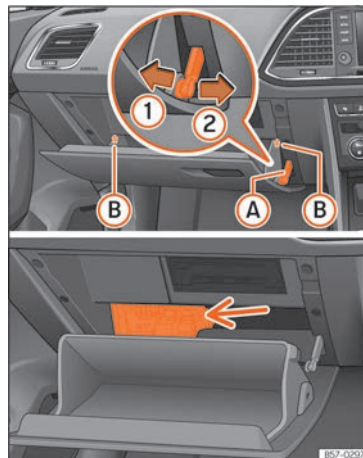

Fig. 106 Boîte à gants (guide droit) : accès à la boîte à fusibles.
- Démontez le frein d'ouverture » fig. 106 **A** en deux étapes : déverrouillez d'abord le frein en le tirant vers l'arrière (flèche ①) puis déplacez-le légèrement vers la droite (flèche ②). Démontez le guide lorsque le cache est en position d'ouverture normale (30°).